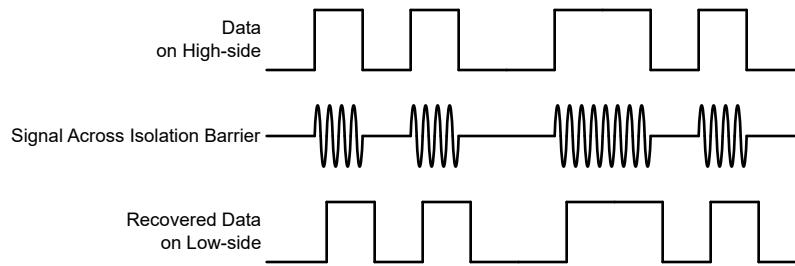

図 6-4. OOK ベースの変調方式
AMC21C12 は、 $\text{SiO}_2$  ベースの絶縁バリア越しにコンパレータの出力状態を送信するため、図 6-4 に示すオン / オフ・キーイング (OOK) 変調方式を採用しています。「機能ブロック図」に示す送信ドライバ (TX) は、デジタル 1 を表すために内部で生成された高周波キャリアを絶縁バリア越しに送信します。デジタル 0 を表す信号は送りません。